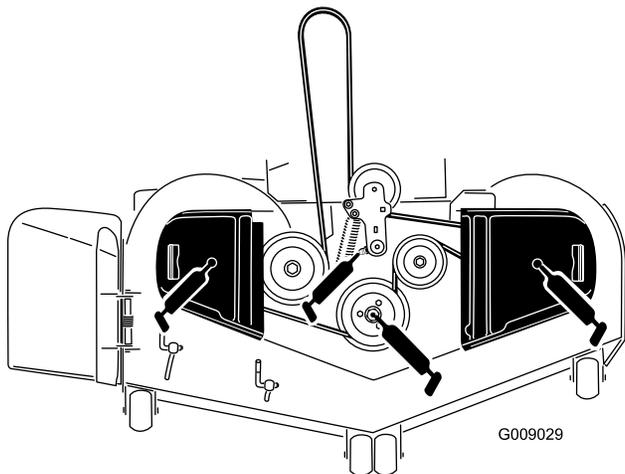

Figura 41
3. Engrase el pivote de la polea tensora de la plataforma del cortacésped hasta que salga grasa por el extremo inferior (Figura 41).
4. Engrase los tres cojinetes de los ejes hasta que rezume grasa (Figura 41).
5. Engrase el brazo tensor de la correa de transmisión (Figura 41).